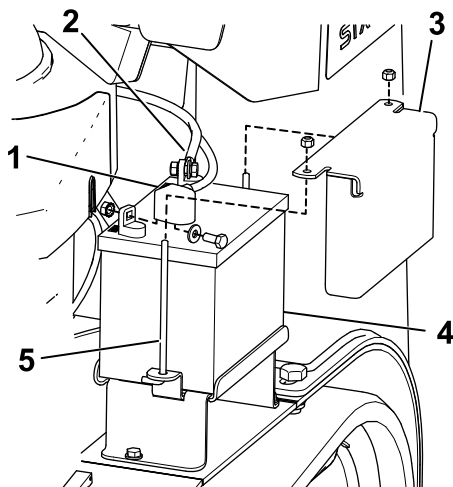

Bild 42
3. Nehmen Sie die Gummiabdeckung vom Minuskabel ab. Klemmen Sie zunächst das Minuskabel vom Minuspol (-) der Batterie ab (Bild 42).
4. Ziehen Sie die rote Polkappe vom (roten) Pluspol der Batterie ab. Ziehen Sie dann das (rote) Pluskabel ab (Bild 42).
5. Entfernen Sie die Befestigungsplatte, die J-Schrauben und die Sicherungsmuttern, mit denen die Batterie befestigt ist (Bild 42) und nehmen sie heraus.
1. Schließen Sie das Pluskabel (Rot) der Batterie mit den vorher entfernten Befestigungen am Pluspol (+) der Batterie an (Bild 42).
3. Schließen Sie das Minuskabel (Schwarz) der Batterie mit den vorher entfernten Befestigungen am Minuspol (-) der Batterie an (Bild 42).
4. Befestigen Sie die Batterie mit der Stange und den Flügelmuttern (Bild 42).